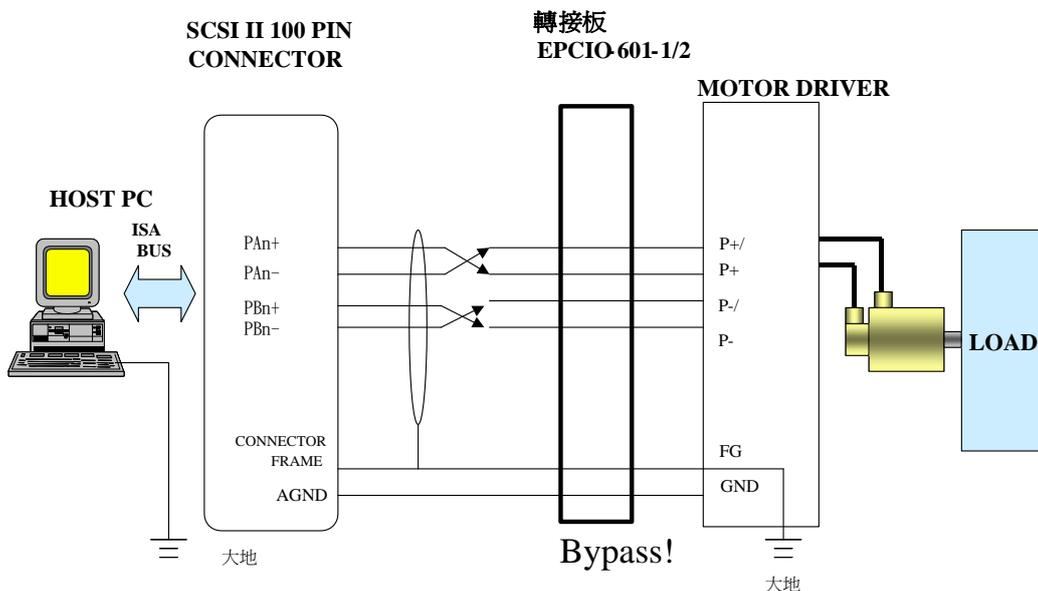

Fig.3-7
- 使用轉接板 EPCIO-601-1/2 於開迴路控制時，其作用為 Bypass 訊號，如 FIG3-7。關於大地，AGND，GND，對絞線，隔離網請參考 3.3.1。